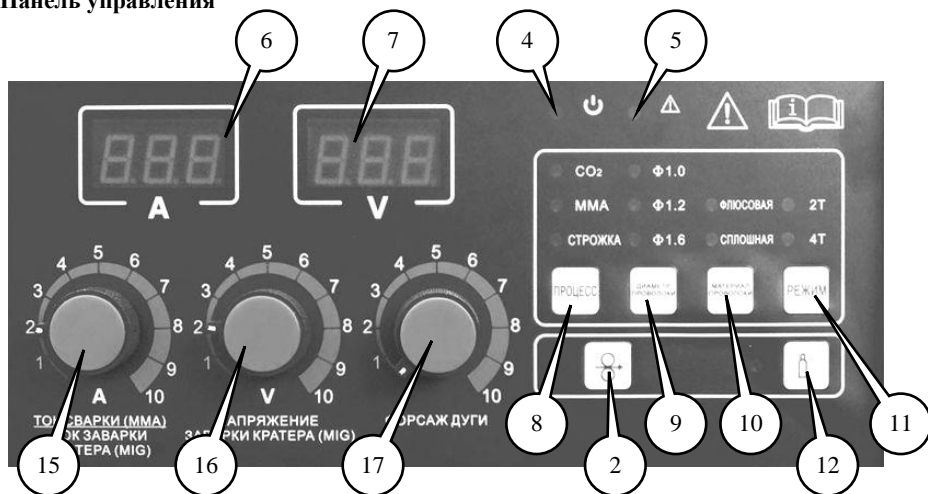

Рис. 2. Панель управления
#### 2. Кнопка заправки проволоки (Рис. 1, Рис. 2).
#### 4. Сетевой индикатор (Рис. 2).
- 3 такт: при повторном нажатии кнопки горелки аппарат переходит в режим заварки кратера, параметры которого задаются рукоятками 16 и 17 (Рис. 2).
**15. (Рис.2) В режиме MIG: регулировка тока заварки кратера (4Т),